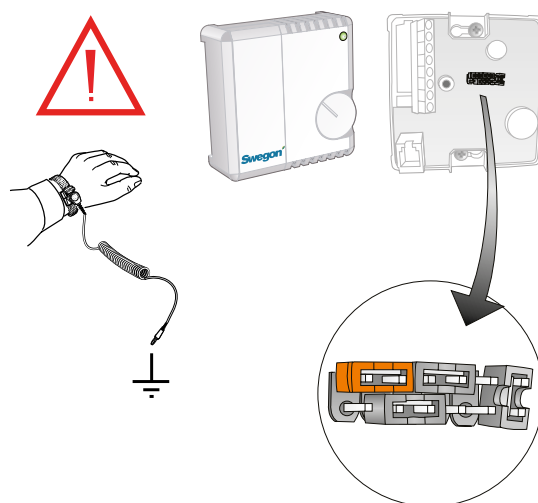

Abbildung 19. Umsetzen der Überbrückung am Regler für Elektroheizung
4. Die Überbrückung auf der Kontaktschiene gemäß Abbildung 19 umstecken.